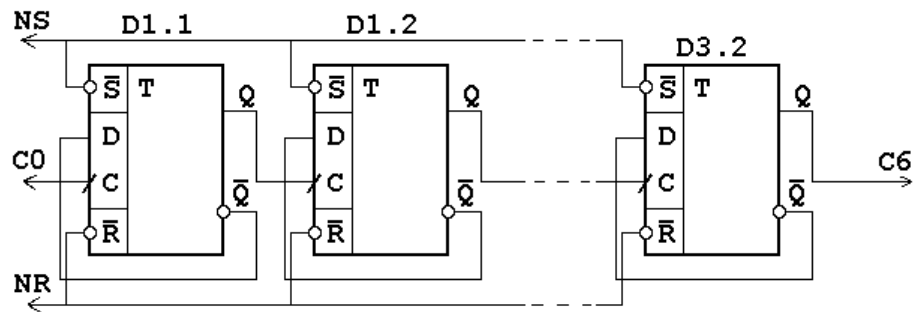

Figure 3: SCHEM1.SCH – схема делителя частоты на 64.
6. (a) В PCCAPS создать схему SCHEM1.SCH делителя частоты на 64 из шести D-триггеров (рис.3).